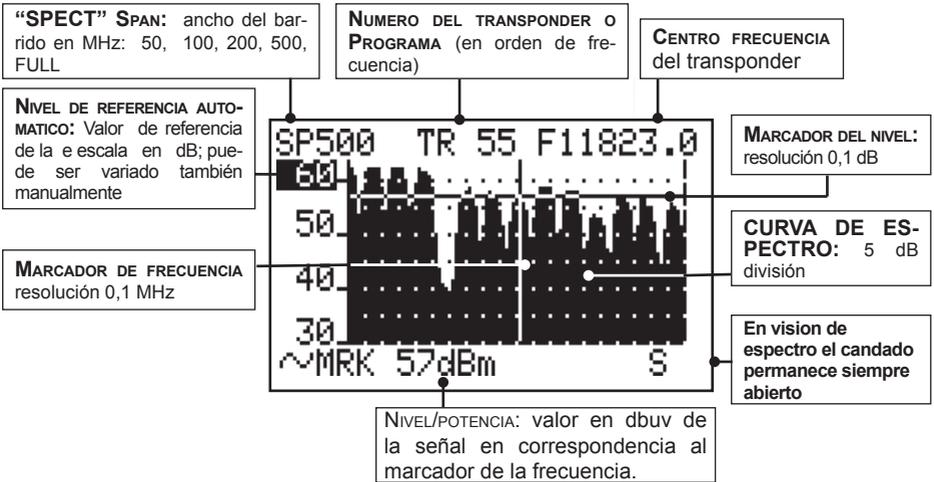

Fig. 15.1 Espectro de los transpondedores de ASTRA con Span 500 Mhz.
- Mediante el botón giratorio [3] es posible seleccionar y variar los siguientes campos (fig. 15.1): SPAN, número de transpondedor o programa, frecuencia, nivel de referencia. El campo seleccionado aparecerá sobre fondo negro.